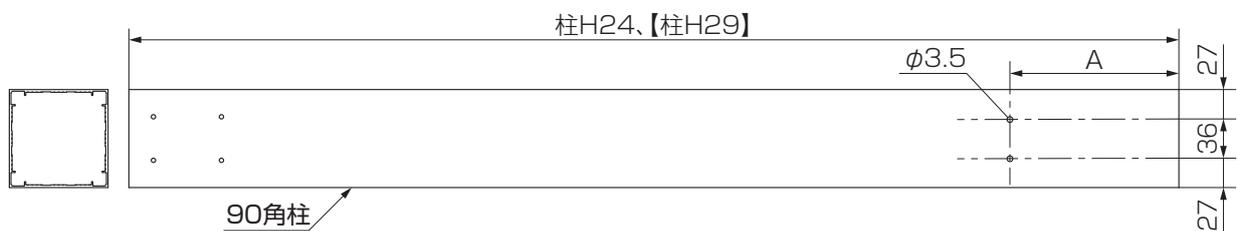

図10-7 90角柱仕様の場合の穴加工
①柱にφ3.5の下穴をあけてください。(図10-6、図10-7参照)